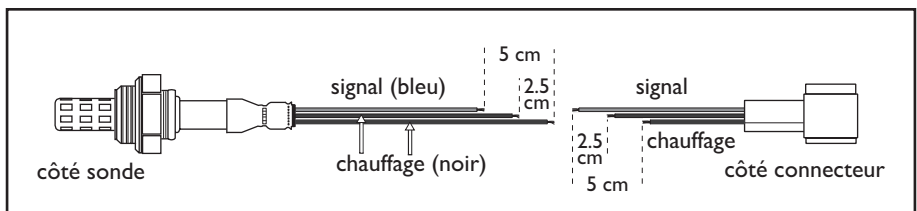

fig. 1
6. Les deux sondes côte à côte, couper la sonde originale, de façon à ce que la longueur globale augmente de 5 cm à 7,6 cm. (Voir fig. 1) Cela permet de faire des branchements à intervalles réguliers, la conduite thermo-rétractable se fixe aux branchements en bout de connecteur et la longueur globale finale correspond à la longueur initiale.